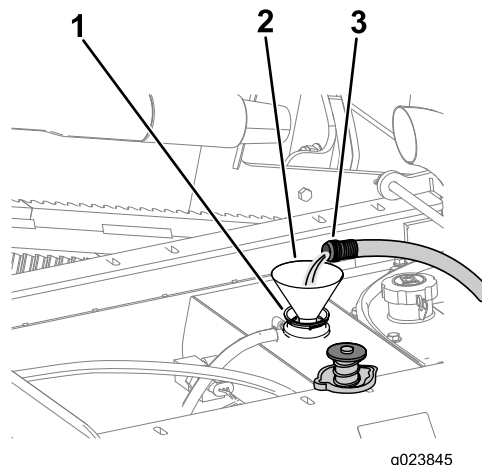

Рисунок 110
- B. Заполните радиатор чистой водой (Рисунок 110).